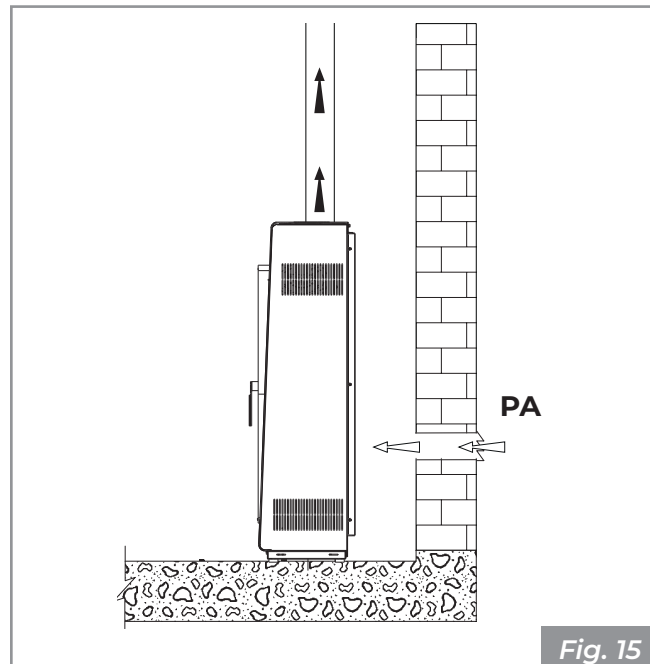

Fig. 15
- provenire dall'ambiente di installazione o da adeguati locali attigui (**Fig. 15**)
Realizzare la presa d'aria sulla parete (Fig. 15 - **PA** = Presa d'Aria), e lasciare che l'apparecchio sia libero di prelevare aria in ambiente.